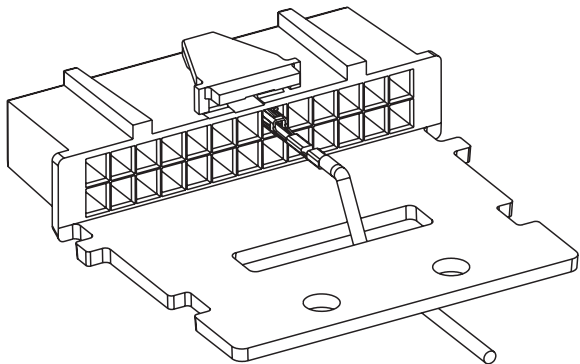

Abb. 1a. Zugentlastung
6. Führen Sie die Drähte wie in *Abb. 1a* gezeigt durch den Anschluss. Sind mehrere Zubehörteile an das Funkgerät angeschlossen, verfahren Sie bitte wie in *Abb. 1b* gezeigt und sichern die Drähte nach Durchführen von Schritt 7 mit einem Kabelbinder.